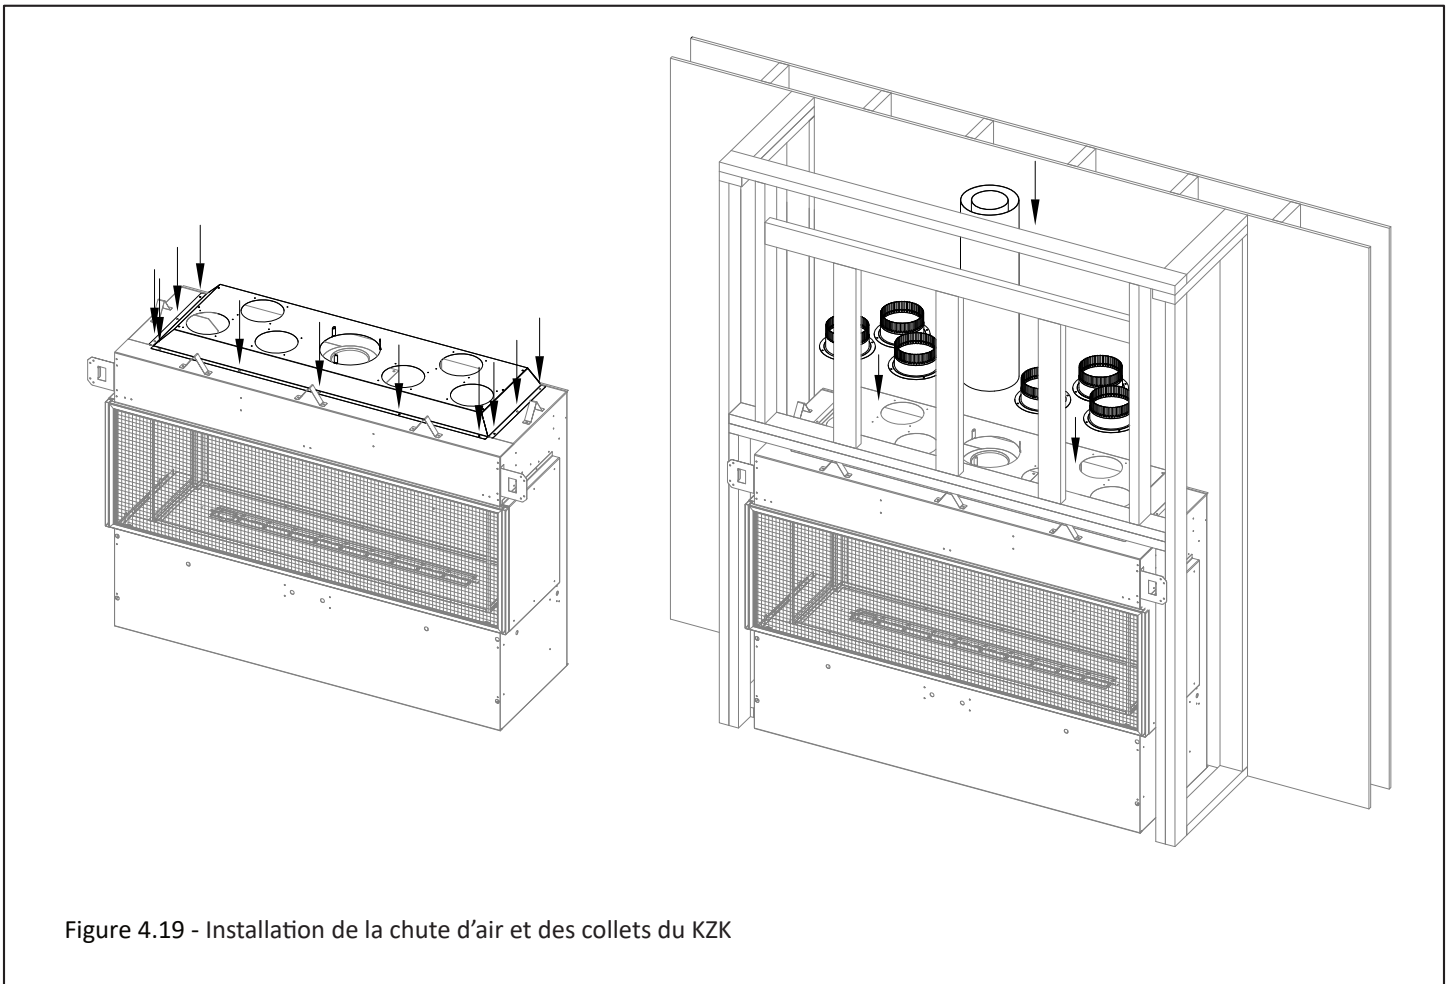

Figure 4.19 - Installation de la chute d'air et des collets du KZK
Important: Vous devez commander une (1) chute d'air (G6020-ACH) avec votre kit Komfort Zone (KZK-056 ou KZK-1510) et vos conduits flexibles (KZK-610). La chute d'air (G6020-ACH) se fixe au foyer. Voir la Figure 4.19.